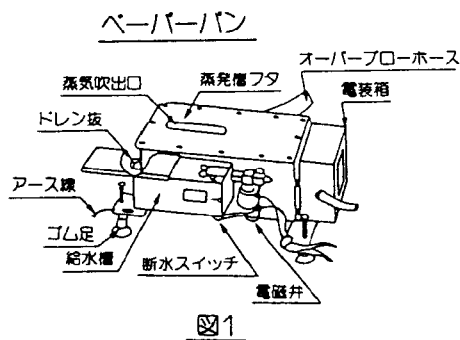

図1
- 2) ペーパーパン①に取付板⑦を固定します。(M4ネジ4本⑧)…組み込む機種により取付穴位置が異なります。(図1)